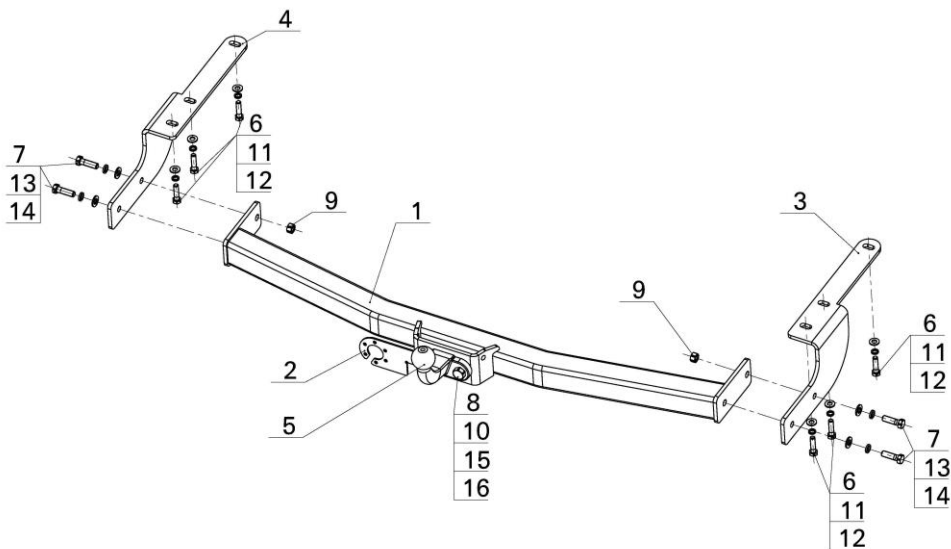

Рис.1.
- Установить ТСУ (рис.1) на автомобиль, используя крепежные элементы (поз.7,9,13,14);